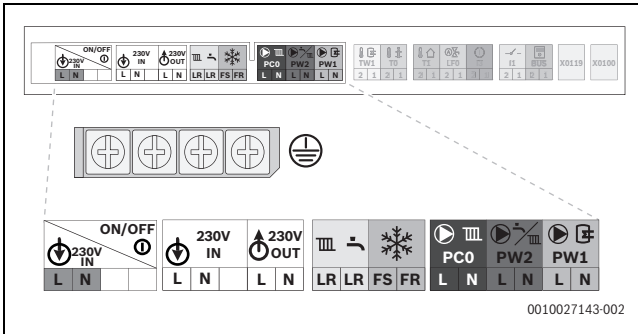
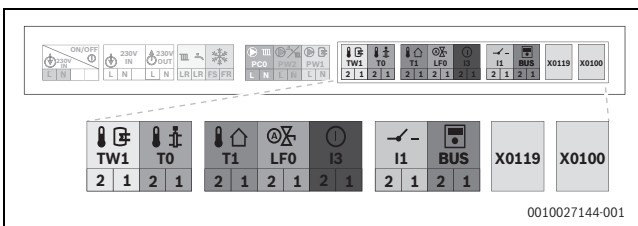

Bild 105 Netzspannungsbereich: Klemmleiste
Bild 106 Niederspannungsbereich: Klemmleiste
- ▶ Kabel an der Klemmleiste für externes Zubehör anschließen (→ Bild 105 und Bild 106).